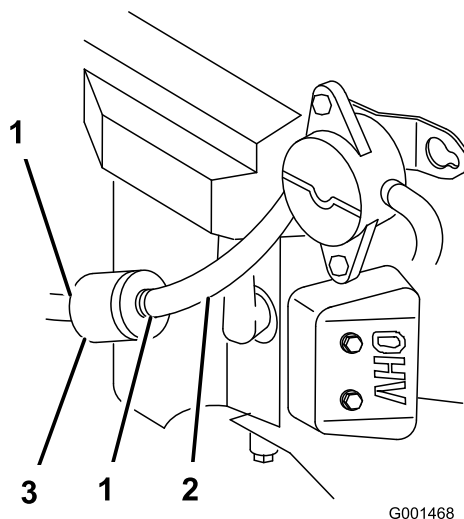

Figure 35
5. Fermez le robinet d'arrivée de carburant (Figure 35).
6. Pincez les extrémités des colliers et faites glisser ceux-ci pour les éloigner du filtre (Figure 35).
8. Posez un filtre neuf et rapprochez les colliers de fixation du filtre (Figure 35).
3. Fermez le robinet d'arrivée de carburant (Figure 35).
4. Desserrez le collier de serrage au niveau du filtre à carburant et éloignez-le du filtre en le poussant le long de la conduite d'alimentation (Figure 35).
5. Débranchez les conduites d'alimentation du filtre à carburant (Figure 35).
Remarque: Laissez l'essence s'écouler dans un bidon ou un bac de vidange (Figure 35).
7. Raccordez la conduite d'alimentation au filtre. Rapprochez le collier de serrage du filtre pour fixer la conduite d'alimentation (Figure 35).